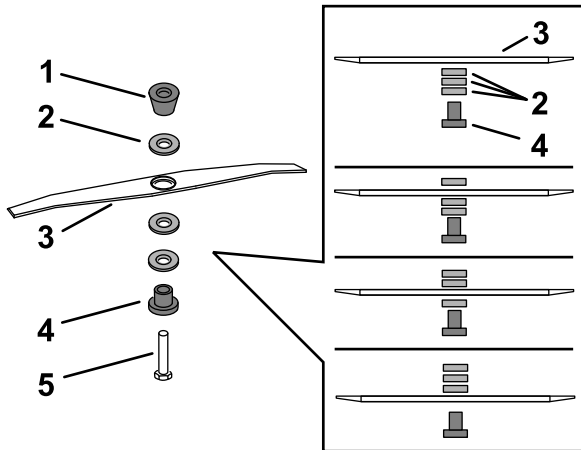

Bild 29
5. Verwenden Sie den mit der Maschine gelieferten Schraubenschlüssel, um das Messer zu entfernen, indem Sie die Messerschraube gegen den Uhrzeigersinn drehen (Bild 29).